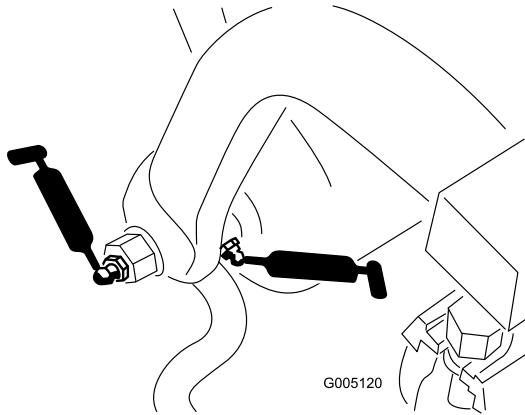

Bild 33
- Zugrahmenwelle und Rolle (12) (Bild 33)